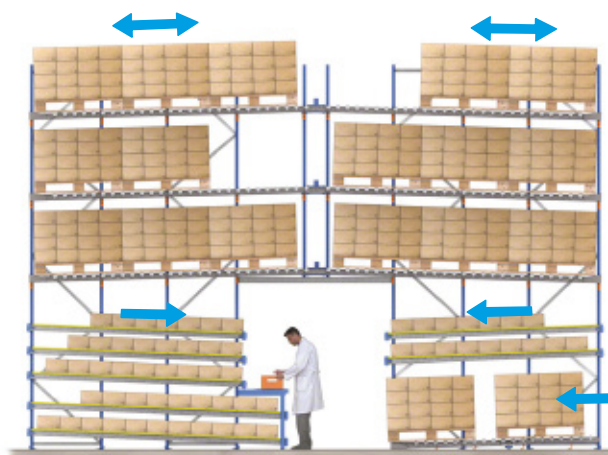

Figure 2
2. **Différents niveaux de picking dynamique au niveau inférieur**, qui peuvent stocker aussi bien des palettes des niveaux supérieurs que des bacs extraits de ces palettes (figure 2).